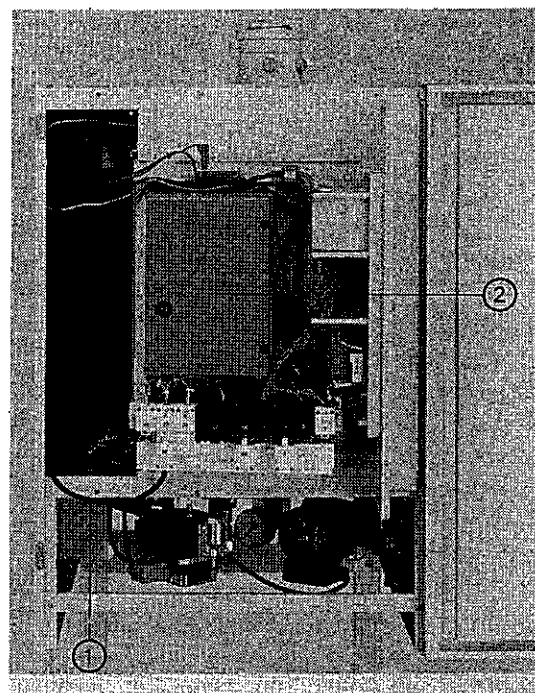

Abb. 38
2. Schrauben im Frontblech der Viessmann Miromatik-MC lösen, Viessmann Miromatik-MC herausziehen und in Servicestellung an den dafür vorgesehenen Bolzen einhängen (Abb. 38).
3. Speichertemperatursensor mit Steckverbinder [5] und Anschlußleitung des 3-Wege-Ventils mit Steckverbinder [30] durch die Zugentlastung ① führen und die Steckverbinder an der Steckerleiste der Viessmann Miromatik-MC einstecken. **Die Steckverbindungen so weit zusammenstecken, bis sie hörbar einrasten.**
2. Schrauben im Frontblech der Viessmann Miromatik-MC lösen, Viessmann Miromatik-MC herausziehen und in Servicestellung an den dafür vorgesehenen Bolzen einhängen (siehe Abb. 38 auf Seite 31).
3. Die Anschlußleitung des Vorlauftemperatursensors durch die Zugentlastung ① führen.
4. Steckverbinder ② an der Steckerleiste der Viessmann Miromatik-MC zusammenstecken. **Die Steckverbindung so weit zusammenstecken, bis sie hörbar einrastet.**
2. Schrauben im Frontblech der Viessmann Miromatik-MC lösen, Viessmann Miromatik-MC herausziehen und in Servicestellung an den dafür vorgesehenen Bolzen einhängen (Abb. 38 auf Seite 31).
3. Die Anschlußleitung des Mischer-Motors durch die Zugentlastung ① führen.
4. Deckel der Brenneransteuerung ② (Abb. 38 auf Seite 31) abschrauben.
2. Die Pumpe an die Viessmann Miromatik-MC anschließen; dazu die Steckverbindung 20 B durch die Zugentlastung ① (Abb. 38 auf Seite 31) führen und an der Steckerleiste der Viessmann Miromatik-MC einstecken. **Die Steckverbindung so weit zusammenstecken, bis sie hörbar einrastet.**